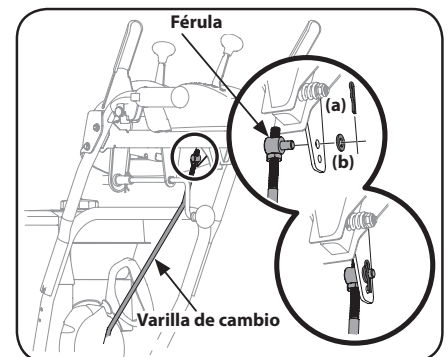

Figura 2-36
8. Extraiga el pasador de chaveta (a) y la arandela (b) de la férula que está en el extremo de la varilla de cambio. Consulte el recuadro Figura 2-36.